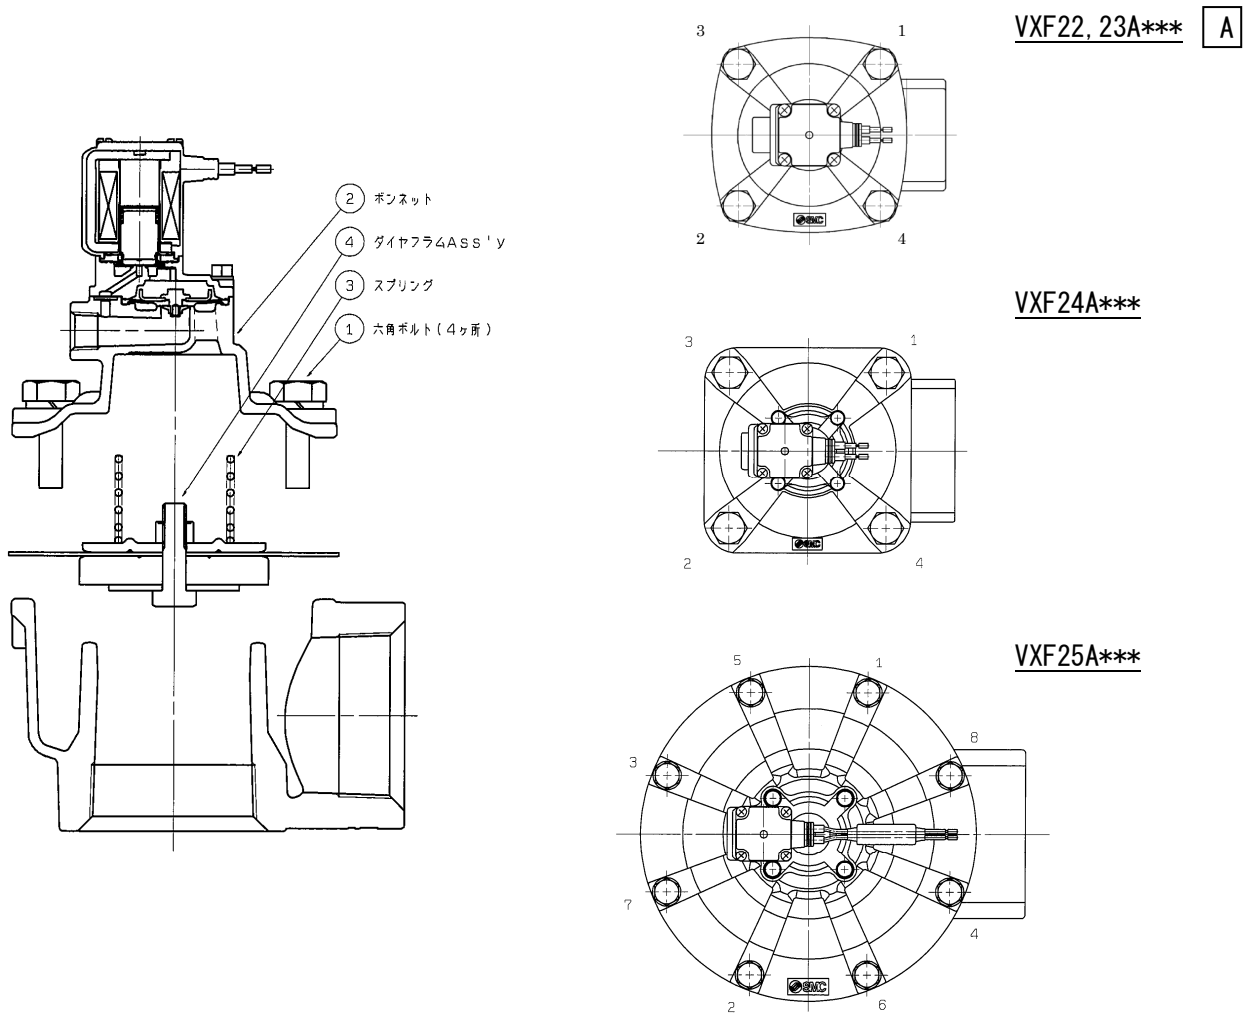

図1 ボルト締付手順
- 3) 六角ボルト①の締付けは図1のように、対角線上に徐々に締付トルクを増していきます。最終締付トルクは図2にて締付けてください。